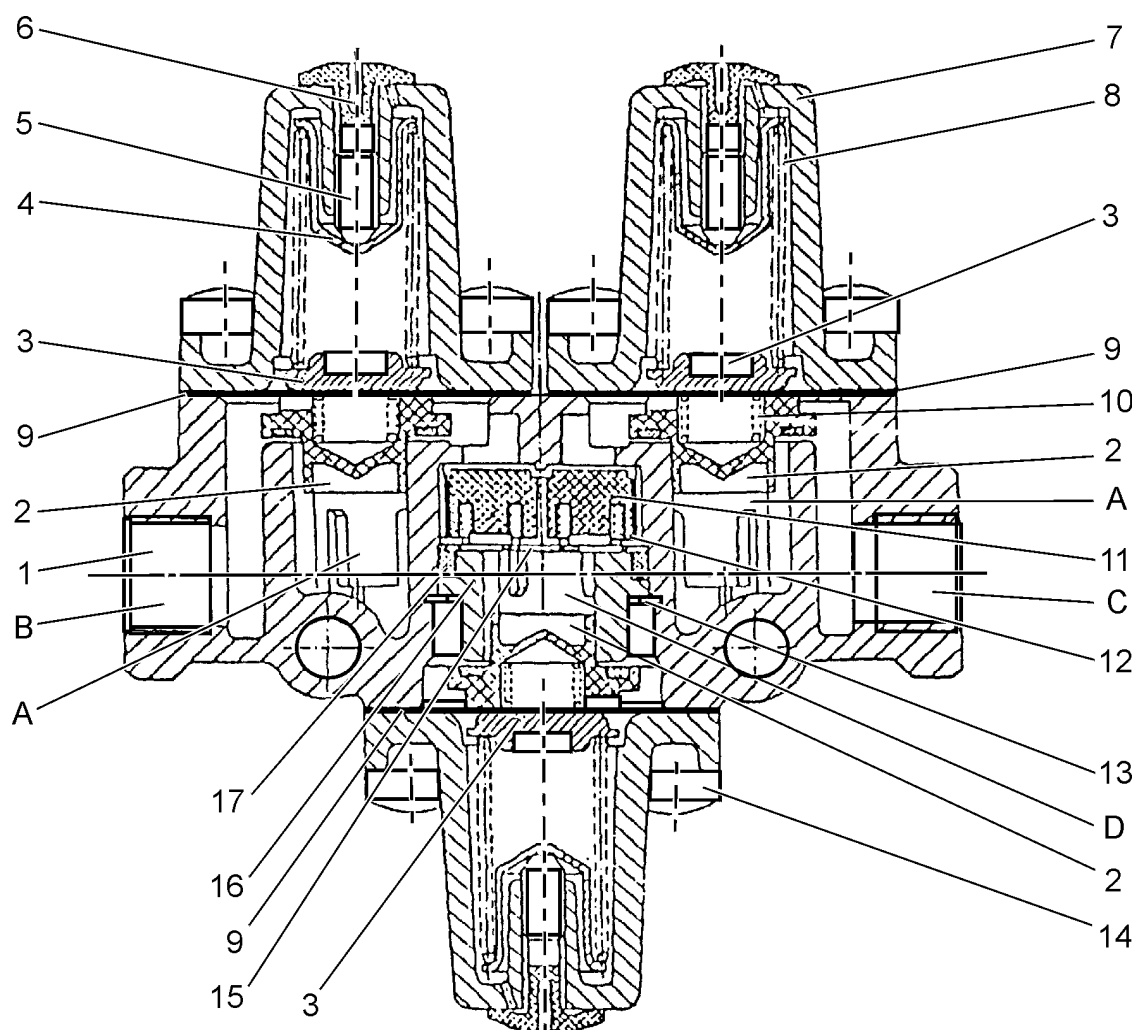
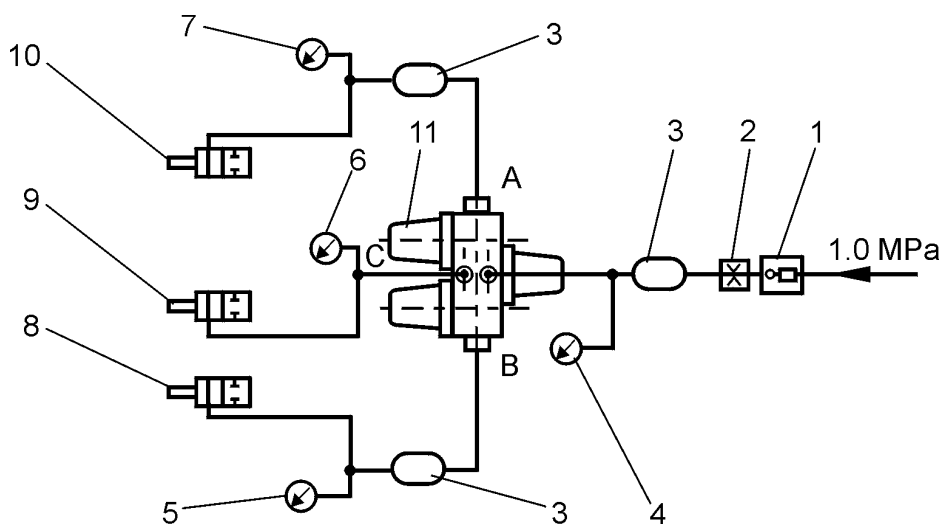

Рис. 4.6. Клапан трехходовой (трехконтурный) (разрез)
Рис. 4.7. Проверочно-регулирующий стенд для проверки и регулировки давлений открытия клапанов
Трехходовой клапан (4, Рис. 4.1.) служит для разделения потока сжатого воздуха на три контура, а в случае аварии какого-либо из этих трех контуров трехходовой клапан обеспечивает поддержание необходимого давления воздуха в остальных исправных контурах. Трехходовой клапан установлен рядом с размораживателем в правой задней части машины. Устройство клапана представлено на Рис. 4.6. Между воздушным компрессором и трехходовым клапаном имеется только один воздухопровод и его повреждение приводит к полному выходу из строя всей тормозной системы машины. Но, начиная от трехходового клапана тормозная система уже имеет три контура, каждый из которых работает независимо от остальных двух.
Сжатый воздух из компрессора проходит через регулятор давления, через размораживатель, а затем через входной штуцер попадает в полость («А», Рис. 4.6.) трехходового клапана, где после достижения давления открытия открывает клапаны (2). Таким образом, происходит соединение полости «А» с полостями «В» и «С» трехходового клапана. При этом происходит также приподнятие мембраны (9) в направлении, противоположном направлению действия упругих сил нажимных пружин (8). Далее сжатый воздух выходит из полостей «В» и «С» через выходные штуцеры и поступает в воздушные баллоны, питающие воздухом пневматическую часть контуров привода тормозов передних и задних колес.
Снять трехходовой клапан с машины и установить его на проверочно-регулируемый стенд, схема которого представлена на Рис. 4.7. Этот стенд позволяет проверять и регулировать давления открытия клапанов (2, Рис. 4.6.) полостей трехходового клапана по отдельности.
- открыть кран (1) точной регулировки и отсечный кран (10); манометр (4) должен показывать давление воздуха, равное 0.54 ± 0.57 [МПа];
- если замеренная величина давления воздуха окажется меньше вышеуказанной, то необходимо вкрутить регулировочный винт (5, Рис. 4.6.) настолько, чтобы показания манометра (4, Рис. 4.7.) достигли величины 0.54 ± 0.57 [МПа]; закрыть отсечный кран (10).
- открыть отсечный кран (8); манометр (4) должен показывать давление воздуха, равное 0.54 ± 0.57 [МПа]; закрыть отсечный кран (8).
- если замеренная величина давления воздуха окажется меньше вышеуказанной, то необходимо вкрутить регулировочный винт (5, Рис. 4.6.) настолько, чтобы показания манометра (4, Рис. 4.7.) достигли величины 0.54 ± 0.57 [МПа]; закрыть отсечный кран (8).
- открыть отсечный кран (9); манометр (4) должен показывать давление воздуха, равное 0.49 ± 0.52 [МПа];
- если замеренная величина давления воздуха окажется меньше вышеуказанной, то необходимо вкрутить регулировочный винт (5, Рис. 4.6.) настолько, чтобы показания манометра (4, Рис. 4.7.) достигли величины 0.49 ± 0.52 [МПа];
- закрыть отсечный кран (9); манометры (4, 5, 6 и 7) должны показывать давление воздуха, равное 0.8 [МПа]; закрыть кран (11) точной регулировки.